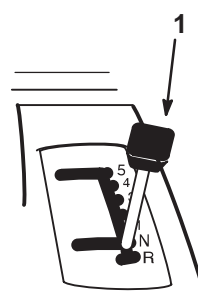

Abbildung 7
3. Den Grundgeschwindigkeitshebel auf Neutralposition "N" stellen (Abb. 7).